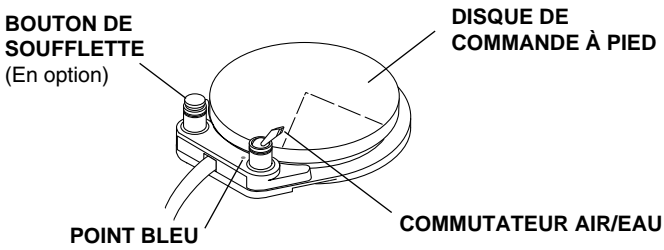

Figure 5. Pédale
La pédale est équipée d'un interrupteur d'eau et, sur option, d'un interrupteur de soufflette (voir figure 5).
3. Basculer l'interrupteur d'eau de la pédale (voir figure 5 à la page 5) sur la position OFF, à l'opposé du point bleu.
3. Basculer l'interrupteur d'eau de la pédale (voir figure 5 à la page 5) sur la position ON, vers le point bleu.